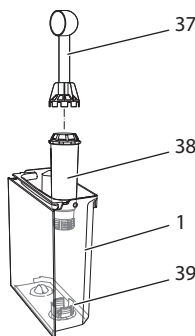

Fig. 18: Enroscar/denroscar el filtro de agua
- Retire el filtro de agua cuando la máquina visualice el requerimiento (véase Fig. 18).